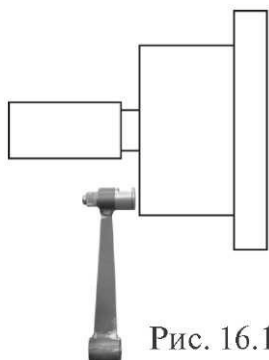

Рис. 16.1
20.1.1. Калибровка тракта измерения дистанции. Для оценки погрешности устройства ввода дистанции выдвиньте штангу ввода параметров и уприте внешнюю боковую сторону её рукоятки в задний торец фланца вала, как показано на рис. 16.1. При этом на экране ввода геометрических параметров (см. рис.10.2) появится величина дистанции. Если величина дистанции не равна 117 ± 5 мм, то устройство ввода дистанции требует калибровки.
Нажмите кнопку «MENU», в открывшемся окне MENU выберите пункт 7 «Далее», нажав кнопку 7 в верхнем ряду клавиатуры. Откроется вторая страница окна MENU (см. рис.16.1). Выберите пункт 3 «Тест», нажав кнопку 3 в верхнем ряду клавиатуры. Откроется окно ТЕСТ рис.21.1.